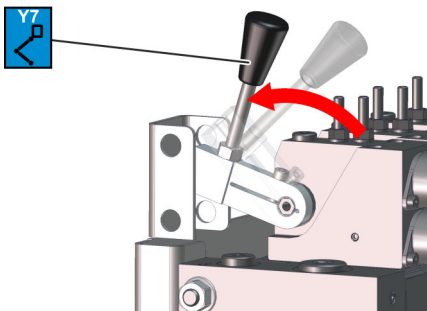

Abb. 185: Ventil Y7
4. Das Ventil (Abb. 185/Y7) nach oben ziehen.